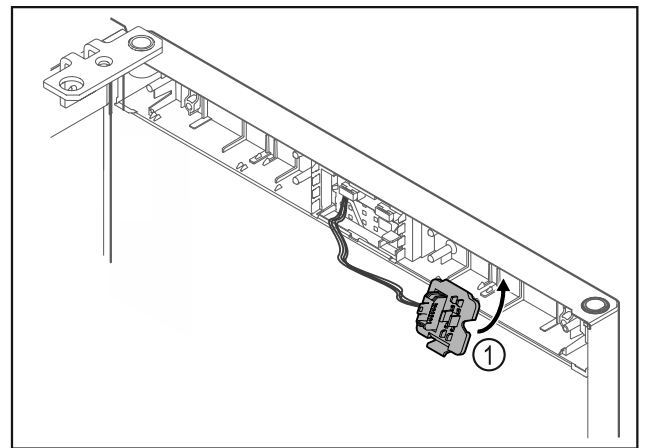

Fig. 21
- Paina pistokkeenpidin Fig. 21 (1) paikalleen vastakkaiselle puolelle.